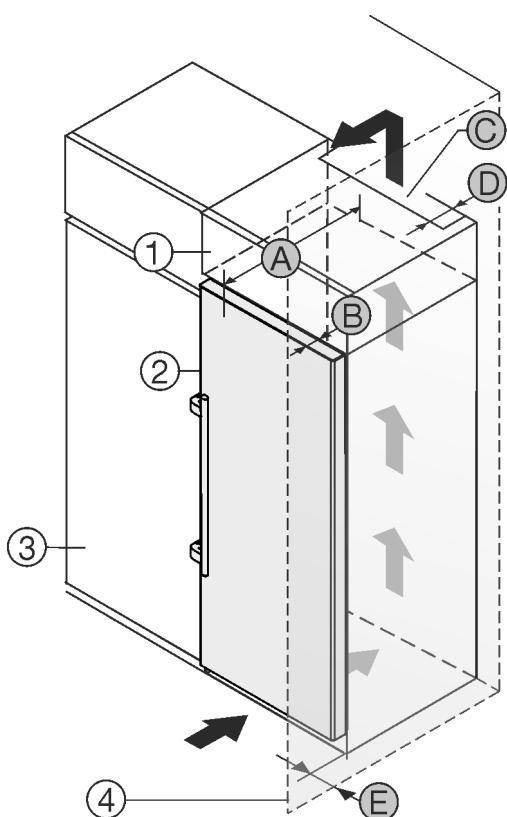

Fig. 2
Můžete přístroj nainstalovat přímo vedle kuchyňské skřínky Fig. 2 (3).*
Na zadní straně nástavné skřínky musí být větrací šachta hluboká Fig. 2 (D) přes celou šířku nástavné skřínky.*
Pod stropem místnosti musí být dodržen ventilační průřez Fig. 2 (C).*
Když přístroj instalujete závesy vedle stěny Fig. 2 (4), musí být vzdálenost mezi přístrojem a stěnou minimálně 57 mm . To odpovídá přesahu madla při otevřených dveřích.*
Aby bylo možné dvírka plně otevřít, musí přístroj přesahovat o hloubku dvírek Fig. 2 (B) vůči přední linii kuchyňské skřínky. V závislosti na hloubce kuchyňských skříněk Fig. 2 (3) a použití vymezovačů odstupu od stěny může přístroj výčnít dále.*